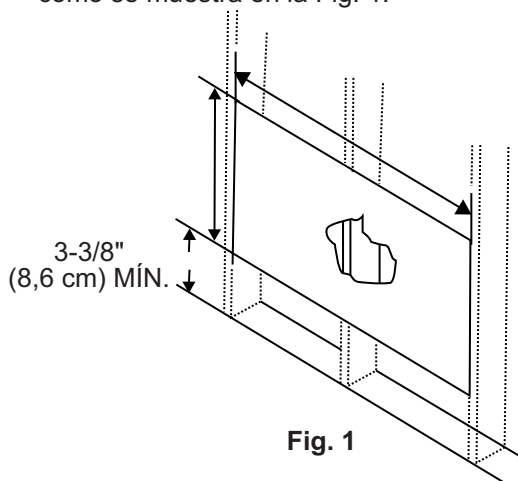
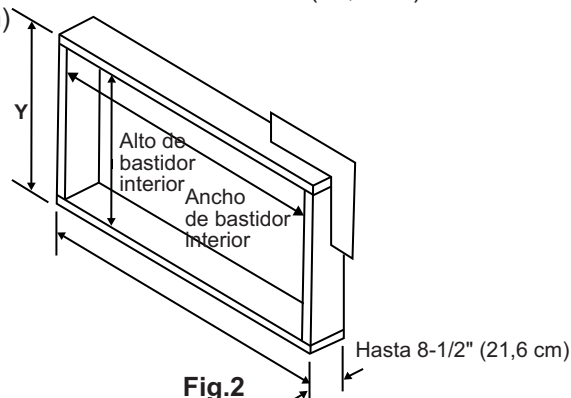

Fig. 1
Fig. 2
3. Mida con los bordes internos de los entramados como se muestra en la Fig. 1.
Mida y corte una apertura con cuidado siguiendo las dimensiones según el modelo. Consulte la Fig. 1 y Fig. 2. ANCHO "X" = ancho de modelo interior más el doble del espesor del material de bastidor usado. ALTO "Y" = alto de modelo interior más el doble del espesor del material de bastidor usado.